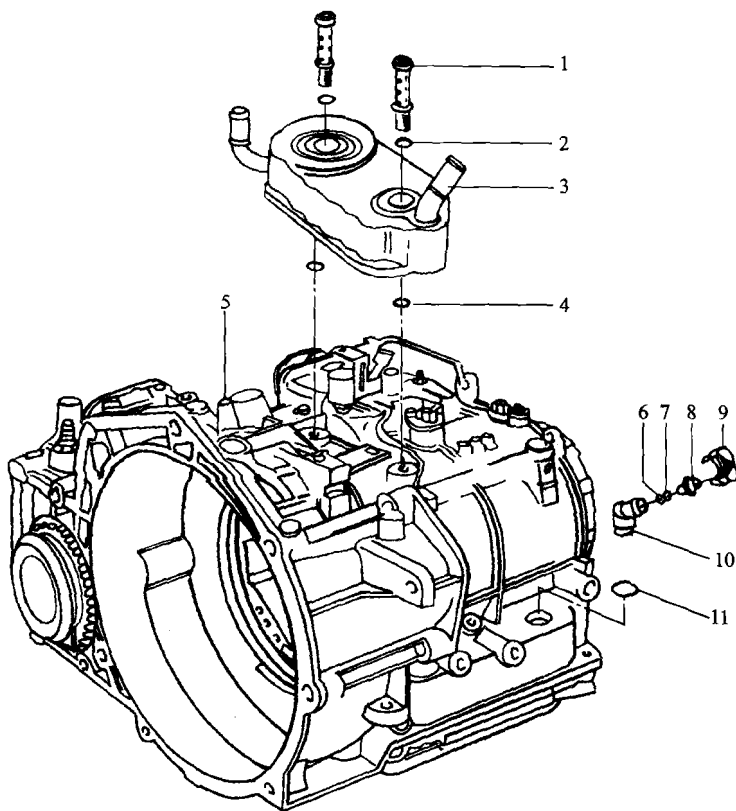

图 5-10 拆下自动变速器油冷却器和加油管
(1) 拆下自动变速器油冷却器和加油管,如图 5-10 所示。